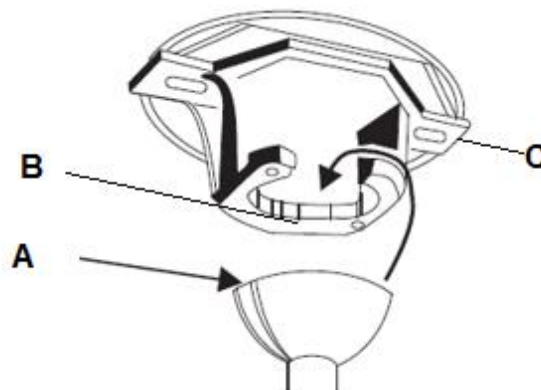

Abb. 5
Setzen Sie den kompletten Ventilator in die Halterung ein. Achten Sie darauf, dass der Passstift (B) der Halterung (C) in die Sicherungsnut (A) der Kugelaufhängung greift, um ein Verdrehen des Ventilators im Betrieb zu verhindern. (Abb. 5)